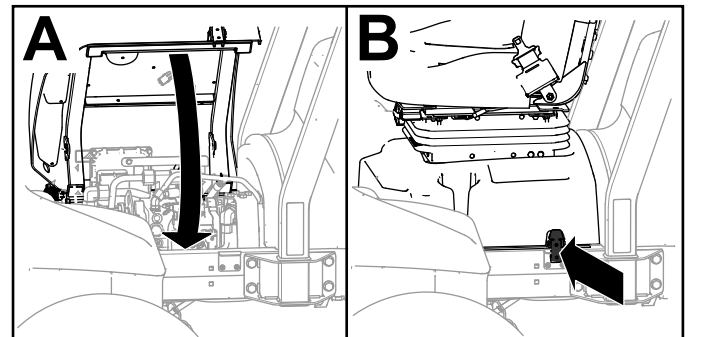

Figura 95
4. Gire el asiento y la base del asiento a la posición de cerrado y enganche la base (Figura 95).